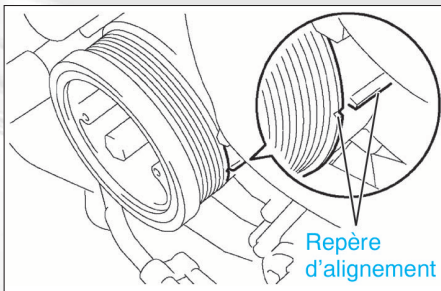

FIG. 19
- Tourner la poulie de vilebrequin dans le sens horaire et faire coïncider sa gorge avec celle du carter de pignons de distribution (fig. 19).